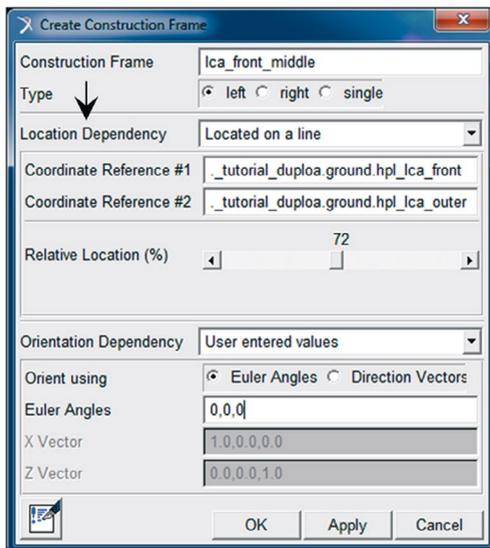

Figura 5.31 – Janela de construção do *Construction Frame* *lca_front_middle*.
- A janela *Create Construction Frame* será aberta e os campos deverão ser preenchidos conforme ilustrado na Figura 5.31. Note que este *Construction Frame* será construído entre os seguintes *Hardpoints*: *hpl_lca_front* e *hpl_lca_outer*.
Repare que a janela *Location Dependency* (assinalada na Figura 5.31), se acionada na seta lateral direita, fornece seis opções de localização. Selecione *Located on a line*, o que solicita ao usuário a entrada de duas coordenadas de referência (*Coordinate Reference #1* e *Coordinate Reference #2*).